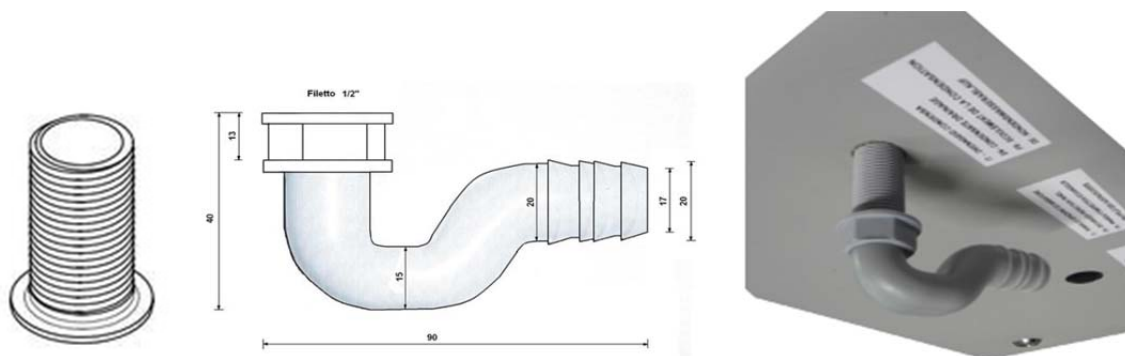
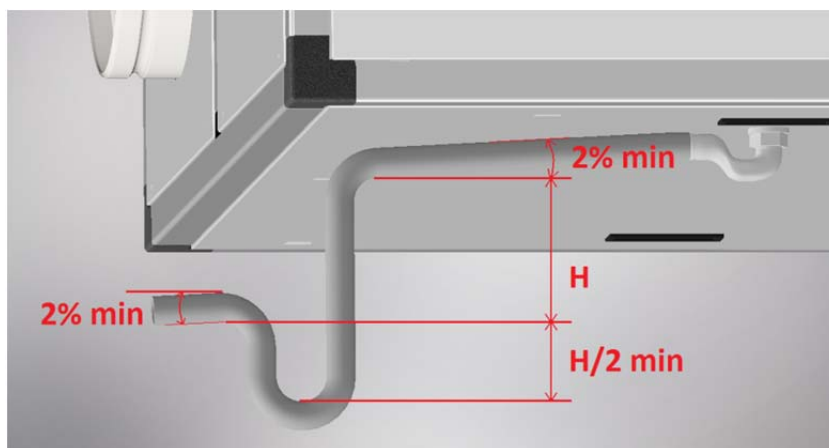

Figura 5 - Imagen del kit de desagüe de condensación y foto de montaje en la unidad (es posible cortar el tubo roscado a medida para que sobresalga menos)
Figura 6 - Altura del sifón de desagüe de condensación ( $H + H / 2 + \varnothing$  tubo)
- Instalar un apropiado sifón de drenaje de condensación lo más cerca posible de la unidad: viene equipado con un pequeño sifón (véase Figura 5), que tiene más una función de conexión que de sifón. De hecho, para evitar la aspiración de aire y, por lo tanto, el correcto desagüe de condensación, es necesario instalar/realizar un sifón con una altura mínima de acuerdo con cuanto indicado en la Tabla 1 y Figura 6; la altura mínima (H) se calcula teniendo en cuenta las condiciones de trabajo estándar de la unidad, mientras que la altura óptima considera la prevalencia total del ventilador (permitiendo por lo tanto, un correcto desagüe de condensación en cualquier condición).